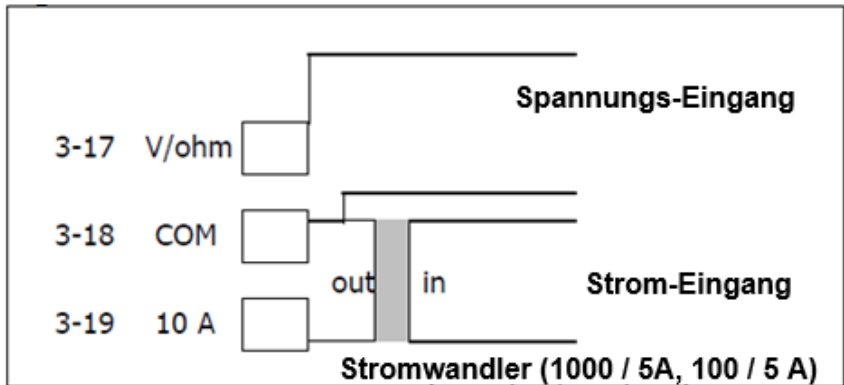

Abb.3
- 1) Verbinden der Kabel nach folgendem Schema (s. Abb. 3)
„V“-Eingangsbuchse (3 – 17, Abb. 3) und „COM“-Eingangsbuchse (3–18, Abb. 3)
Verbindung der Wandler-Stromabgabe mit der „10 A“-Eingangsbuchse (3 – 19, Abb. 3) und der „COM“-Eingangsbuchse (3 – 18, Abb. 3)